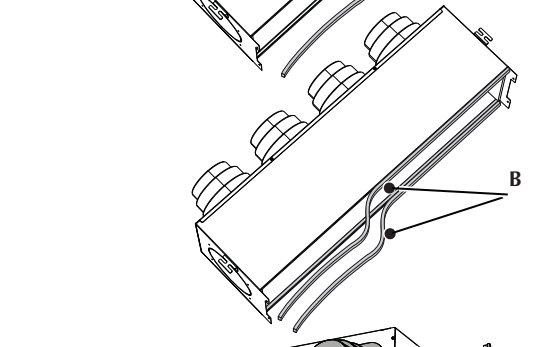

Fig. 3
- Fije el accesorio PM\_V a la boca de impulsión de la unidad con los cuatro tornillos suministrados (fig. 3).